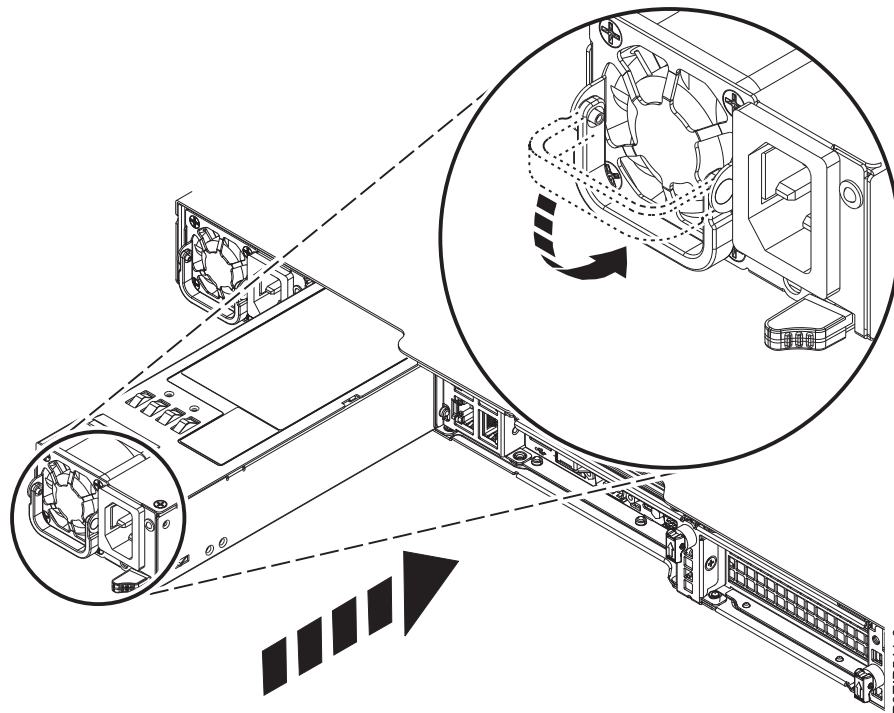

図 27. システムの電源装置の再取り付け
2. 電源装置をベイに位置合わせします (図 27 を参照)。ファンが左側にあり、プラグが右側にあるようにします。ラッチが所定の位置にロックされるまで、電源装置をシステム内に押し込みます。